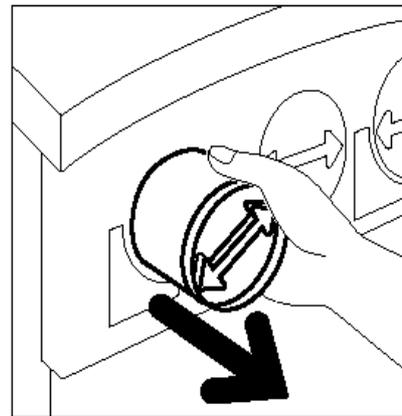

Figure 10 : Retrait de la cartouche de la machine
- 4** Retirez complètement la cartouche de la machine (figure 10). Jetez la cartouche conformément à la législation en vigueur dans votre pays.